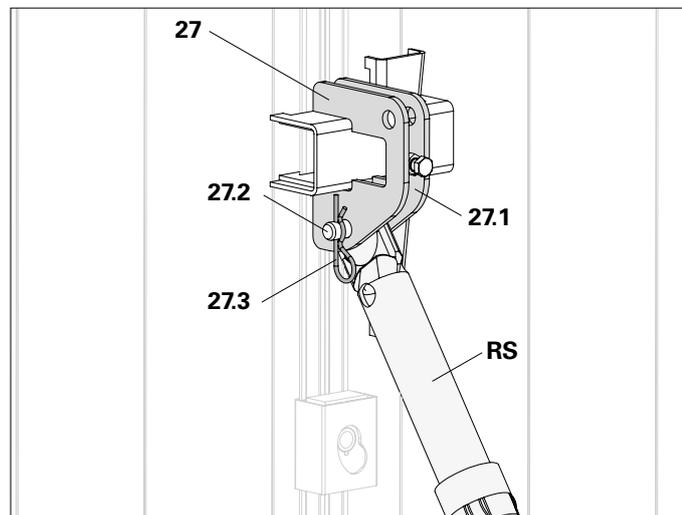

Fig. A6.08
Connecter l'étais tirant-poussant (RS) et les cosses de connexion (27.1) avec des boulons (27.2) et des goupilles de sécurité (27.3). (Fig. A6.08)